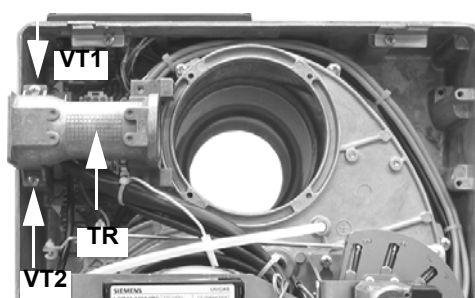

Fig. 17
- 6 Rimuovere il tronchetto **TR**, posizionarlo nella nuova posizione, fissando le viti **VT1** e **VT2** (Fig. 17).